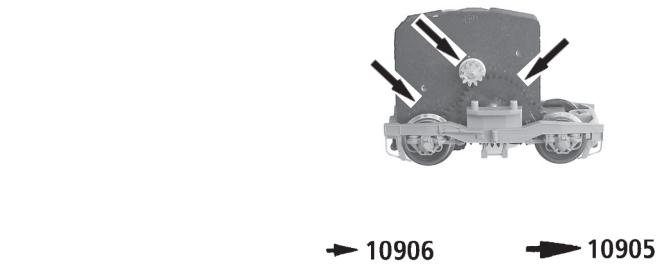

Fig. 6
1. Reinigung der Radstromkontakte: Radstromkontakte können auf unsauberen Schienen leicht verschmutzen. Entfernen Sie **vorsichtig** mit einem kleinen Pinsel **den Schmutz** an den in Fig. 6 gekennzeichneten Stellen.
1. Cleaning of wheel contacts: Wheel contacts easily get dirty on tracks which are not entirely clean. Use a small brush to **remove dirt** from spots marked in fig. 6.
1. Nettoyage des lames de courant aux roues: Les lames de contacts risquent de s'enfoncer rapidement sur des voies poussiéreuses. Veuillez **enlever la poussière** aux endroits marqués à la fig. 6 à l'aide d'un petit pinceau souple.